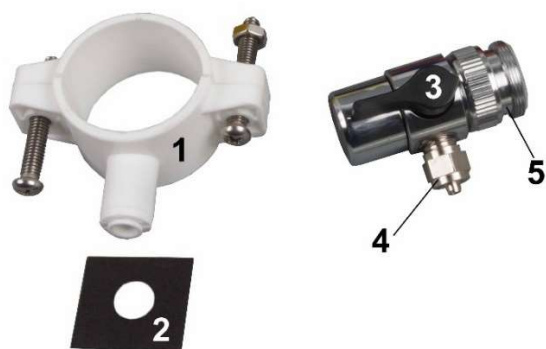

Fig. 2:
1. Conecte la conexión del grifo a un grifo adecuado; si es necesario, deberá insertar una pieza adaptadora [un adaptador (Fig. 2, nº 5) se incluye en el envío]. Desde la conexión del grifo (Fig. 2, nº 4) se va con un trozo de manguera a la entrada de agua del grifo del sistema. Con la ayuda del grifo (Fig. 2, nº 3), puede cambiar entre la extracción de agua del grifo y el funcionamiento del sistema de ósmosis.
2. Conecte la manguera de agua residual (Fig. 1, nº 14). Utilizando la abrazadera adjuntada (Fig. 2, nº 1), la manguera de aguas residuales también puede conectarse directamente a una tubería de aguas residuales adecuada. Para ello, es necesario realizar previamente un orificio de unos 5 mm en la tubería. La junta cuadrada (Fig. 2, nº 2) debe colocarse entre la abrazadera y el orificio. Sin embargo, para reducir el riesgo de recontaminación bacteriana, es aconsejable no conectar la manguera de aguas residuales a la tubería de aguas residuales, sino dejar que gotee en el desagüe.